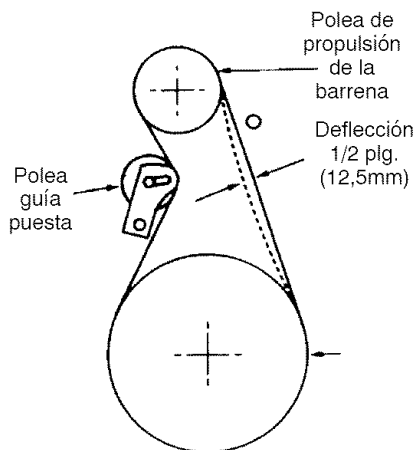

Figura 82
5. Pida a alguien que ponga el embrague de la barrena. Compruebe la tensión de la correa (al lado contrario de la polea guía). La correa debería ceder media pulgada (12,5 mm) con presión moderada (Figura 82). Puede que tenga que mover la polea guía más de una vez para conseguir la tensión correcta.